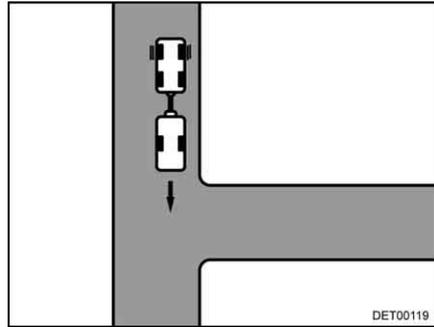

Fig. 15 Recorrido
- Acercarse a la entrada hasta que la parte trasera de la caravana esté a su altura (Fig. 15).